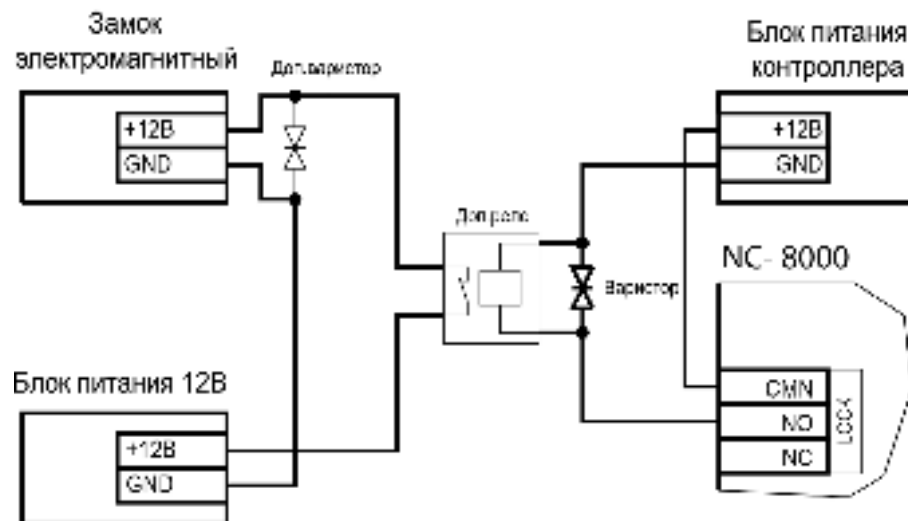

Рисунок 15. Схема подключения замка с большим током потребления
- Установите дополнительное промежуточное реле (рисунок 15).
Реле должно срабатывать от напряжения 12 В, подаваемого от контроллера, а исполнительные контакты – обеспечивать длительную многократную коммутацию силовой цепи замка. Настоятельно рекомендуется установить дополнительный варистор на стороне замка (рисунок 15). Обратите внимание, второй варистор в комплект поставки не входит.